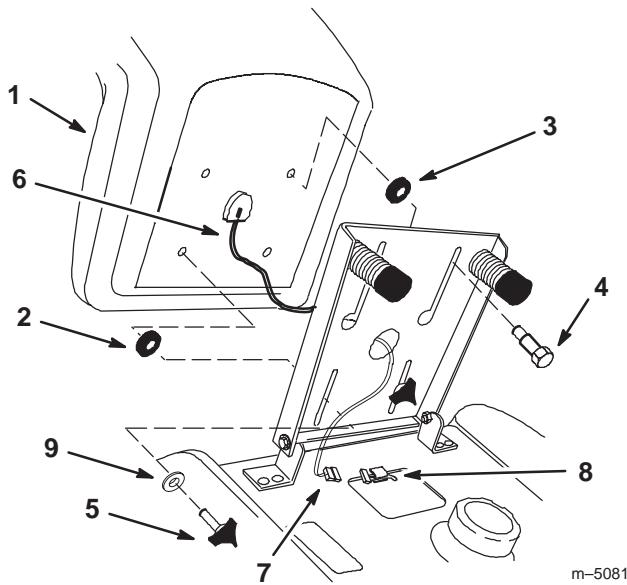

Bild 3
- Setzen Sie das Distanzstück mit dem großen Innendurchmesser und die zwei Ansatzschrauben in die hinteren Löcher des Sitzes ein (Bild 3).
- Stecken Sie die zwei Ansatzschrauben durch die kleine Öffnung am Ende der beiden Slitze, um den Sitz auf den Sitzsockel zu positionieren (Bild 3).
- Setzen Sie das Distanzstück mit dem kleinen Innendurchmesser zwischen den Sitz und den Sitzsockel, drehen Sie die beiden Handräder und die zwei flachen Scheiben (11/32 Zoll) in die vorderen Löcher am Sitz (Bild 3). Stellen Sie den Sitz ein und ziehen Sie die Handräder fest.
- Verlegen Sie das Sitzschalterkabel und den Anschluss durch die mittlere Öffnung im Sitzsockel. Drücken Sie den Sitzschalteranschluss ganz in den Stecker im Kabelbaum rein (Bild 3).
- Befestigen Sie das Sitzschalterkabel an der Stoßstangenöffnung (Bild 3).